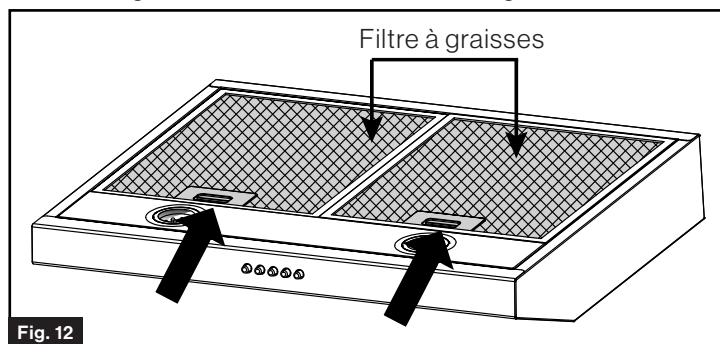

Fig. 12
2. Appuyez sur les deux languettes de dégagement des filtres à graisses pour les dégager de la hotte de cuisine. Retirez les filtres à graisses de la hotte de cuisine. (Fig. 12)
2. Retirez les filtres à graisses. Voir page 7 Fig. 12 pour le retrait des filtres à graisses.